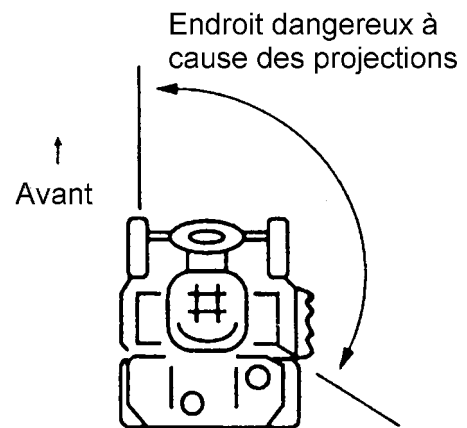

Figure 10
**Vérifiez qu'il n'y a pas de personne ni d'obstacle sur votre chantier de tonte, spécialement dans la zone où la machine peut produire des projections (Figure 10). Ne démarrez jamais le moteur si un levier se trouve sur une autre position qu'arrêt, stop, débrayé. Arrêtez le travail immédiatement si vous heurtez quelque chose, laissez la machine refroidir, puis nettoyez les accumulations d'herbe et de débris. Vérifiez ou faites vérifier par votre distributeur que la machine ne soit pas endommagée.**